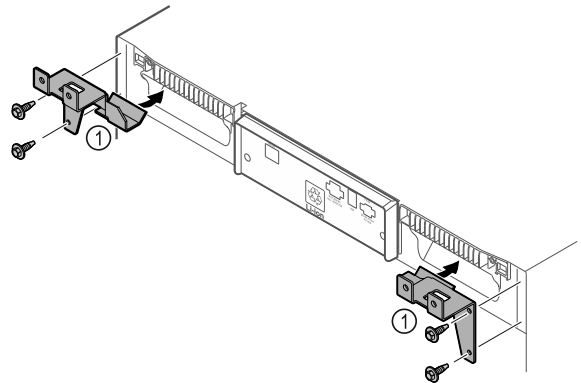

Fig. 52
- Τοποθετήστε τα στηρίγματα Fig. 52 (1) με τις αυτοδιάτρητες βίδες στη συσκευή.